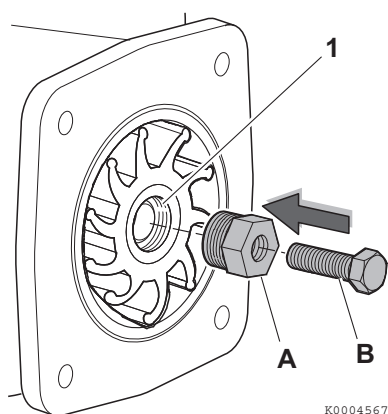
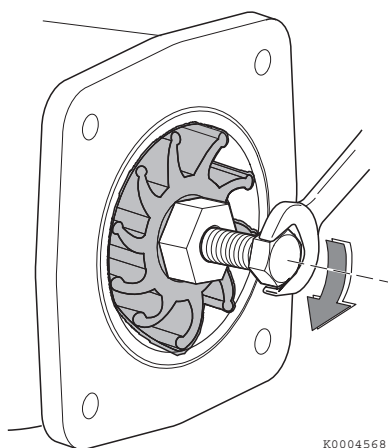

Abbildung 17
Abbildung 18
*Hinweis: Beim Erneuern eines Pumpenrads muss das Gewinde des Rades die Größe M18 x 1,5 haben (**Abbildung 17, (1)**). M18-Schraubseite des Pumpenrads zur Deckelseite hin drehen und einbauen (**Abbildung 18**).*